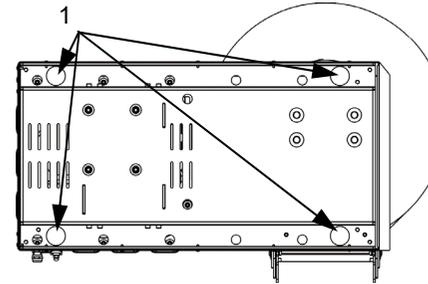

Fig. 10.1
FASE 1 (Fig. 10.1)
- Appoggiare la macchina sul banco di lavoro e capovolgerla su di un fianco come in Fig. 10.1.